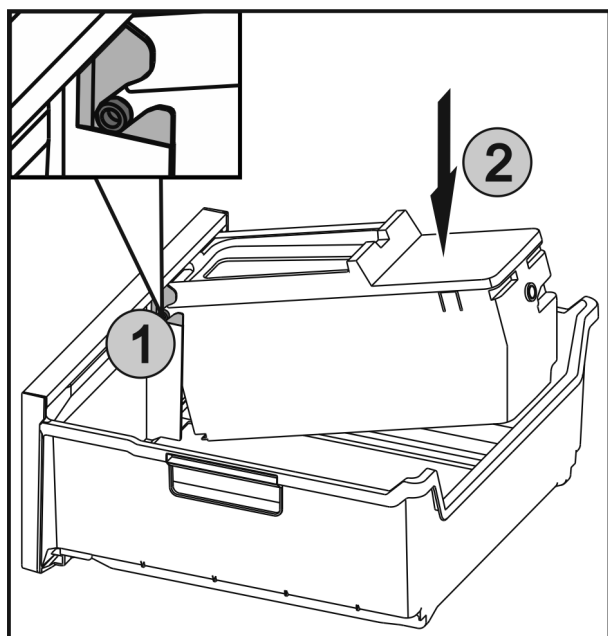

Fig. 49
- ▶ Zasuňte osy Fig. 49 (1) na EasyTwist-Ice do vedení a zatlačte zadní stranu Fig. 49 (2) tak, aby západka zaklapla.